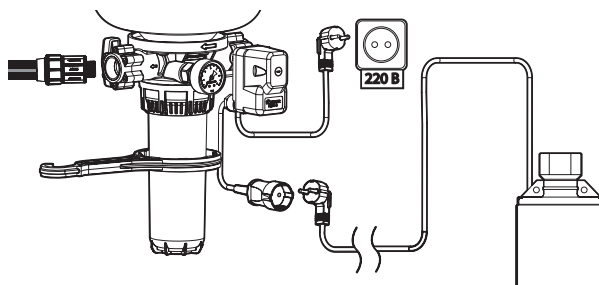

Рисунок 4
8. После монтажа насоса и проверки качества соединения КРАБ с насосом и с водопроводной сетью, подключите КРАБ к источнику электропитания с напряжением 220 В (рисунок 4).
8. После монтажа насоса и проверки качества соединения КРАБ-Т с насосом и с водопроводной сетью, подключите КРАБ-Т к источнику электропитания с напряжением 220 В (рисунок 4). КРАБ-Т готов к работе.